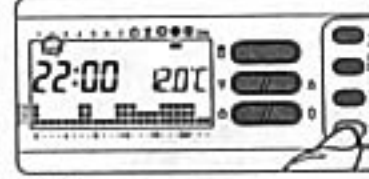

Fig. 42
**8.5** - Se per il giorno dopo o successivi si desidera avere lo stesso programma, premendo il pulsante **C** (fig. 42) il programma viene automaticamente copiato per i giorni via via indicati dal segmento relativo.